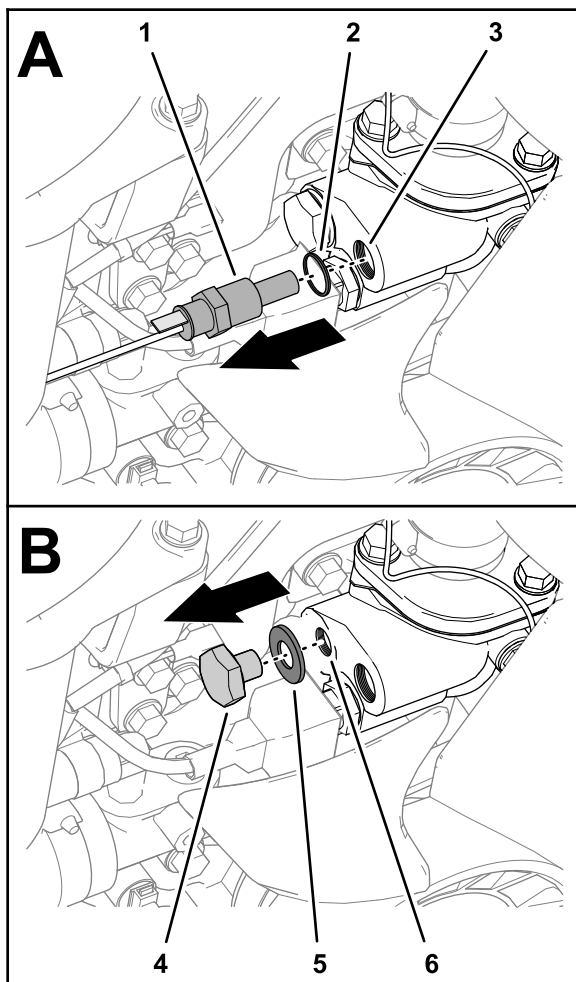

図 23
2. ウォーターポンプ後部から温度センサーとガスケットを外す 図 23。
3. ウォーターポンプの前ポートからプラグとガスケットを外す 図 23。